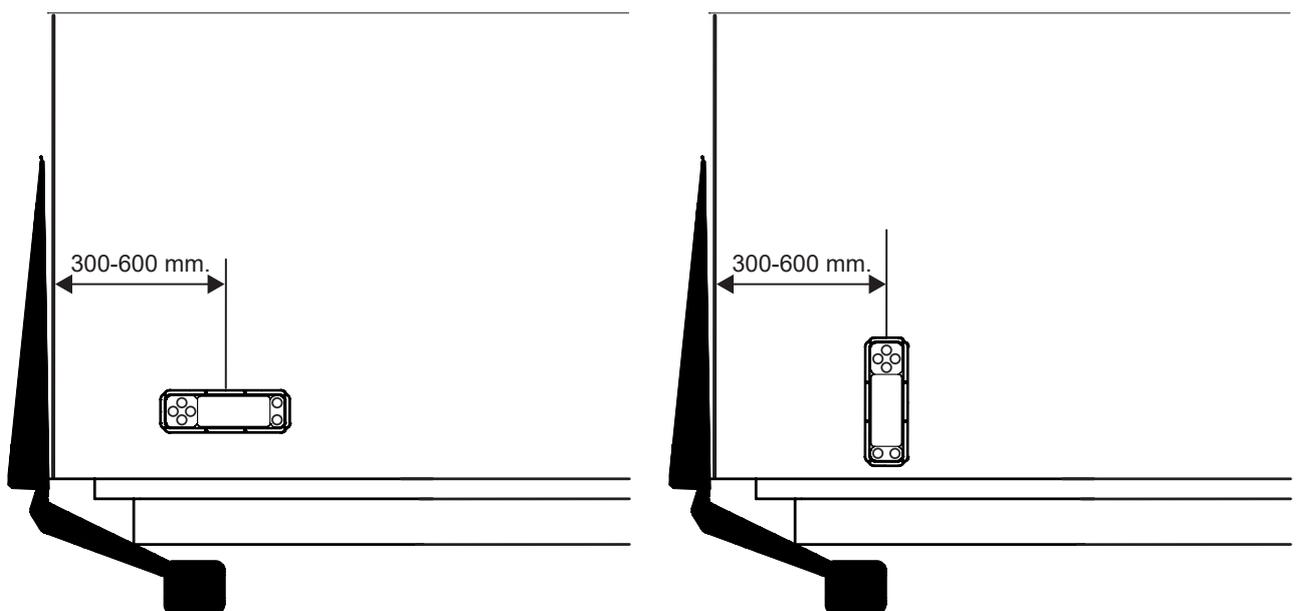

Abbildung 49. Montage der Bedieneinrichtung
5. Befestigen Sie dann den Antrieb am Schrank. Abbildung 49